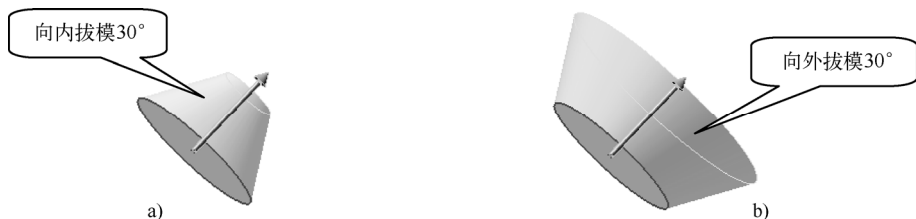

图 3-12 拔模效果比较
- “拔模”选项：单击“拔模开/关”按钮可在右边文本框中设置拔模角度，选择“向外拔模”复选框可设置向外拔模，如图 3-12 所示。